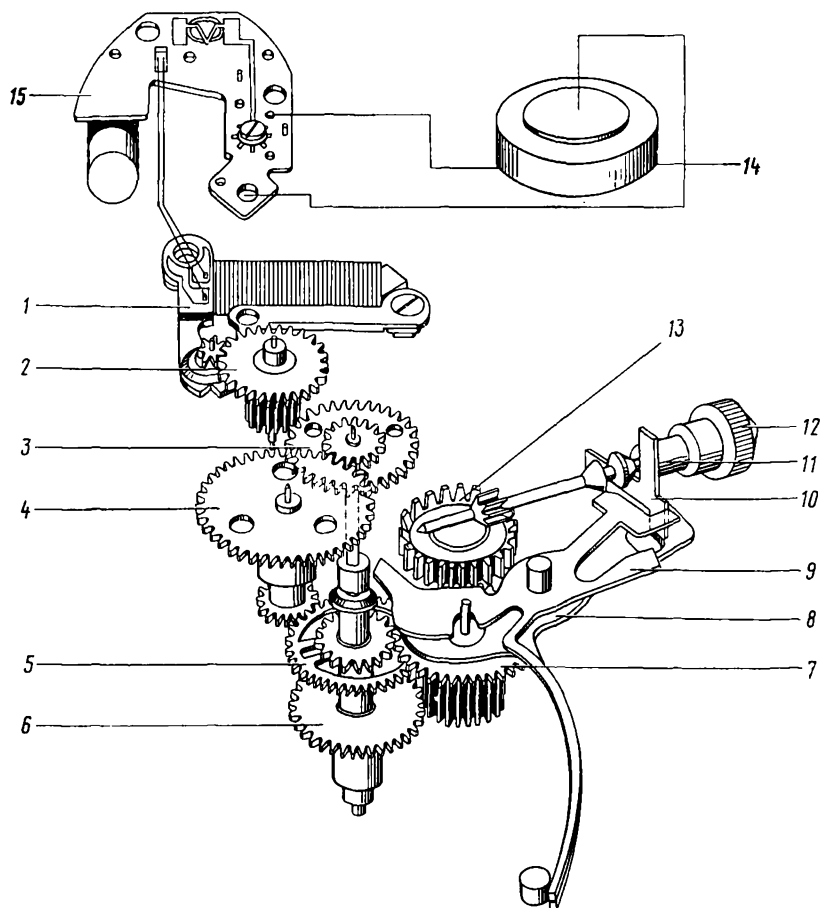
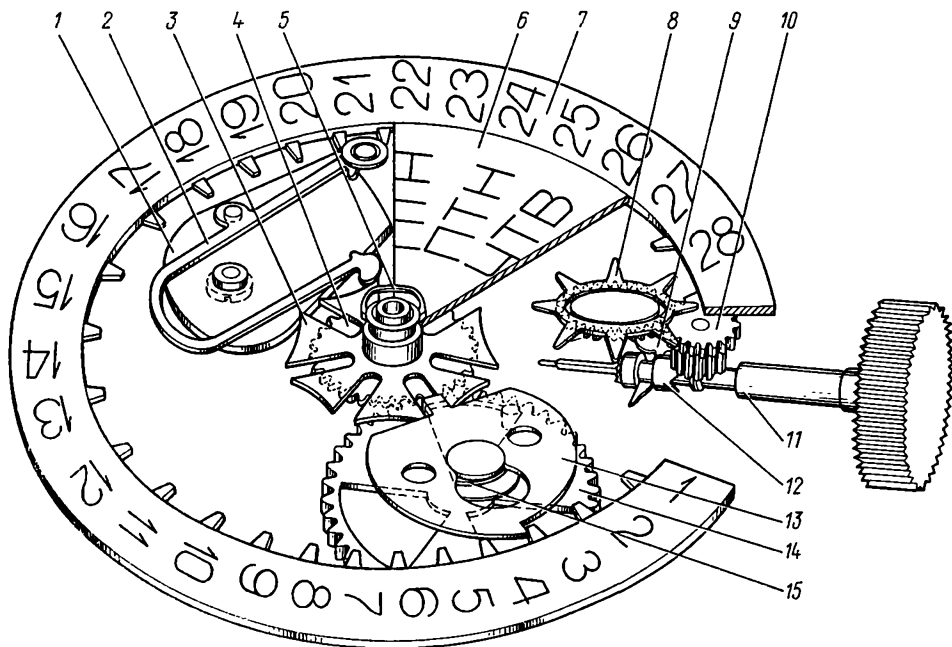
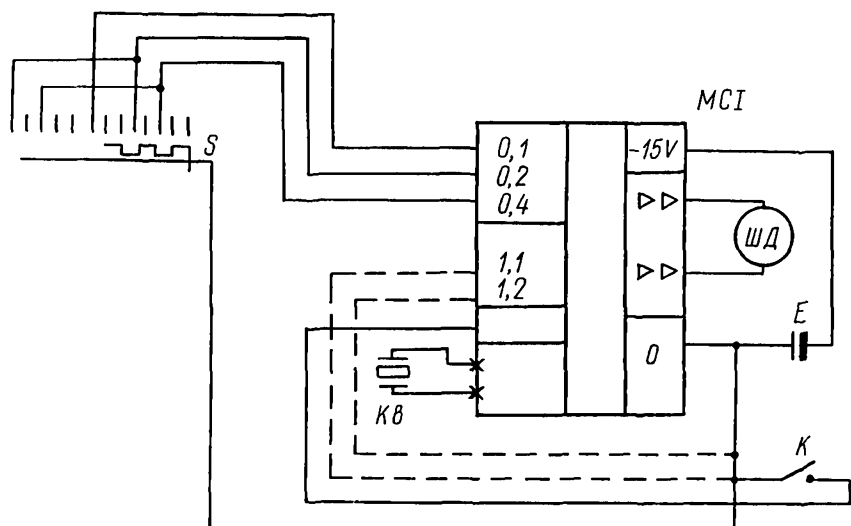

Рис. 2. Кинематическая схема механизма часов 1356:
Рис. 6. Кинематическая схема календарного устройства механизма часов 2350, 2360:
Рис. 9. Схема электрическая принципиальная часов с механизмом 1356, 1656, 1656А:
Кинематические схемы кварцевых наручных часов 1356, 1656, 1656А, 1656Н представлены на рис. 2–5, а принципиальные электрические схемы – на рис. 9, 10. Кинематические схемы календарных устройств КНЧ 2350, 2360, 2450, 2460 представлены на рис. 6–8.
Вращение от колеса часового 4 (рис. 6) передается на колесо суточное 14, сообщаемое вращение переключателю 13. Переключатель 13 своей плоскостью прилегает к плоскости колеса суточного 14, при этом штифт, запрессованный в переключателе, входит в сектор между спицами колеса суточного. Таким образом колесо суточное 14 передает вращательное движение через штифт переключателю 13.
Конструктивно БКГ представляет собой бескорпусную интегральную микросхему (МСИ), кварцевый резонатор (Кв), многопозиционный переключатель (S) и штифт обнуления, размещенные на диэлектрической подложке (рис. 9).
Календарное устройство КНЧ 2350 состоит из платины календаря (рис. 6), креста мальтийского, переключателя, фиксатора чисел месяца, пластины фиксатора чисел месяца, колеса суточного, указателя чисел месяца, указателя дней недели, шайбы указателя дней недели.